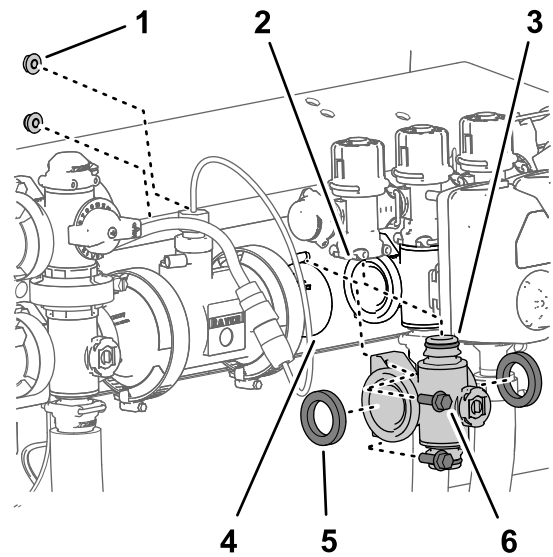

Figure 127
($\frac{1}{4}$ po) qui fixent le collecteur au support de vannes (Figure 127).
- Baissez le collecteur de vanne de section et les joints pour les séparer de la vanne de dérivation de section et déposez-les de la machine (Figure 127).